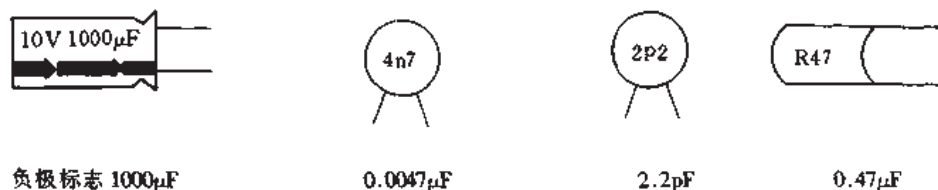

图 2.1.41 国外电容器容量直接表示法
(1) 直接表示法
① 标有单位的直接表示法。这种表示法通常用字母 m ($10^{-3}F$)、 μ ($10^{-6}F$)、n ($10^{-9}F$) 和 p ($10^{-12}F$) 来指示电容器的容量大小，如 4n7 表示 $4700pF$ ；另外有些是在数字面前冠以 R，则表示为零点几 μF 的电容，如 R33 则表示为 $0.33\mu F$ 的电容。图 2.1.41 所示电容器的容量都是采用标有单位的直接表示法来标志的。